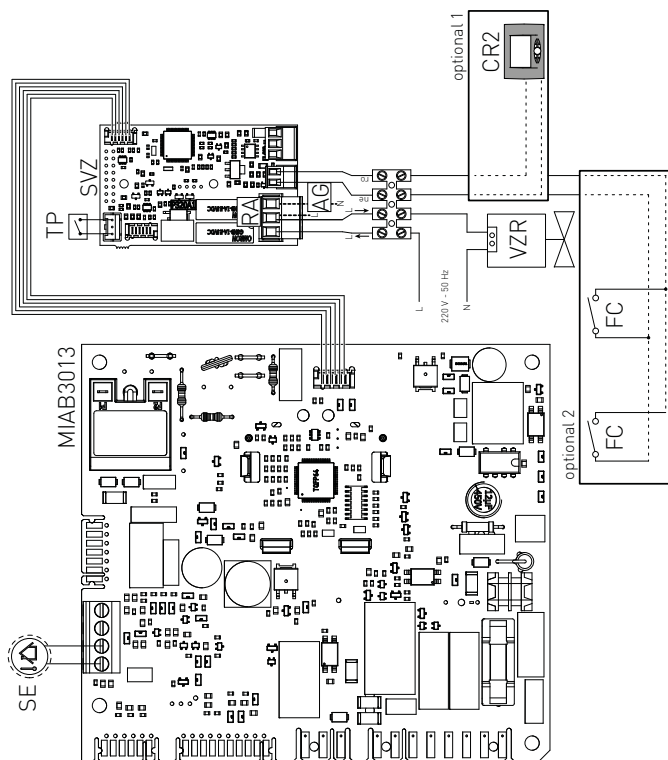

fig. 3
- › Una vez que se quita el cárter realizar las siguientes conexiones en la tarjeta electrónica (ver fig.3):